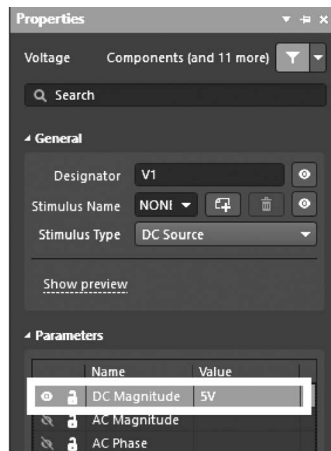

图 3-7 修改 V1 参数
② 打开如图 3-7 所示的界面,在 Parameters 下,找到 Value 列,输入 5V。